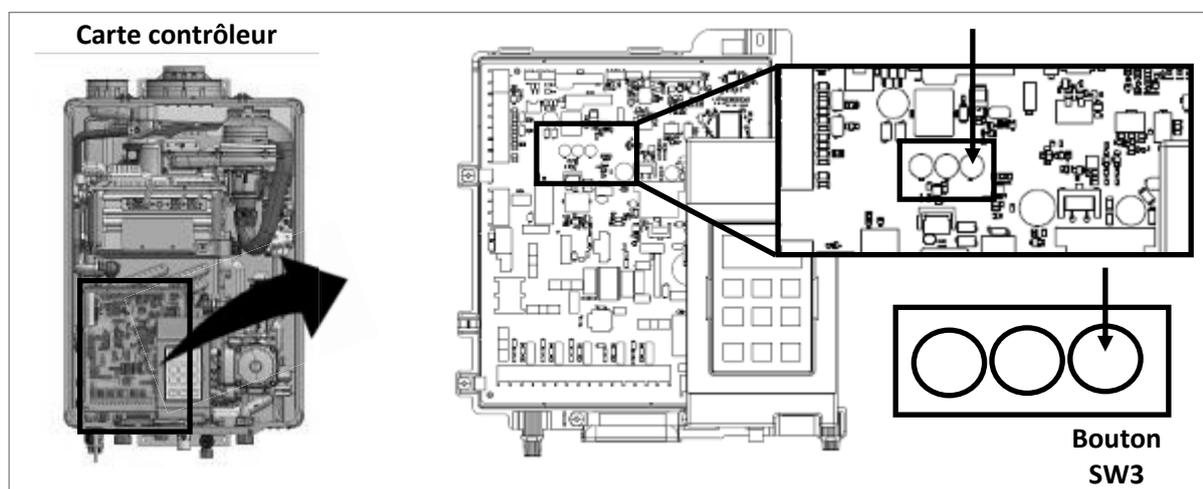
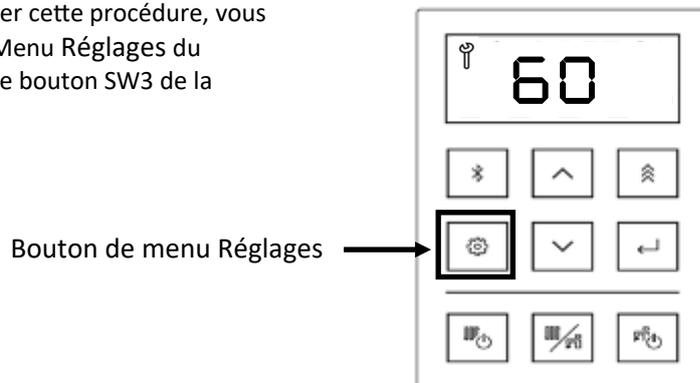

Figure 147
Figure 149
11. Appuyer sur le bouton SW3 de la carte contrôleur (figure 147).
16. L'afficheur indique « 60 » (figure 149), ce qui correspond au temps de rinçage restant en minutes. Ce nombre diminue de 1 par minute. Si le rinçage doit être interrompu, arrêter la pompe. Le nombre affiché ne diminue pas tant que l'appareil ne détecte pas d'écoulement d'eau. Lorsque la pompe se remet en marche, le temps de rinçage restant recommence également à diminuer.
Remarque: Si vous devez annuler cette procédure, vous pouvez appuyer sur le bouton Menu Réglages du contrôleur (figure 149), ou sur le bouton SW3 de la carte contrôleur (figure 147).